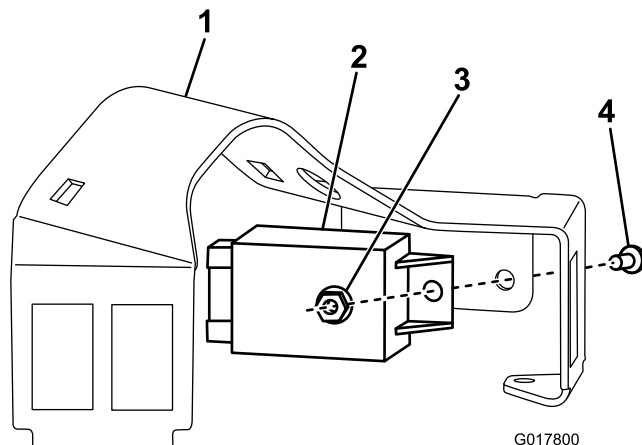

図 8
1. コラムブラケットにフラッシュモジュールを取り付ける；ねじ（#10-24 x 1/2 インチ）とロックナットを使用する（図 8）。